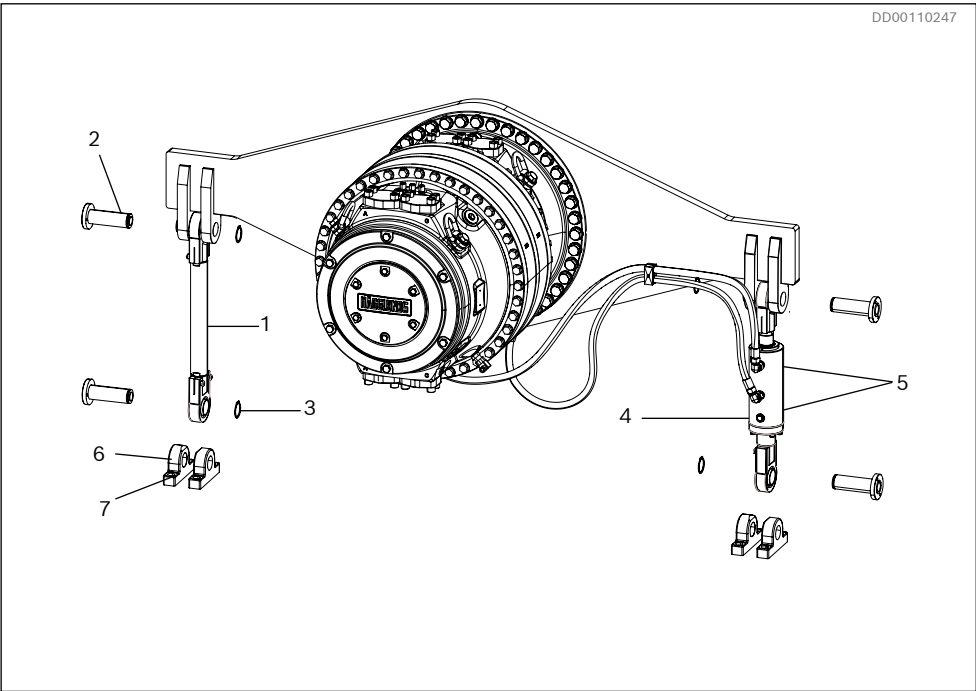

Fig. 31: Exemplo de conexão articulada e cilindro hidráulico para DTCB_ 0400
Monte a conexão articulada no lado esquerdo do braço de torque (visto do lado da conexão do motor, veja a Fig. 31), utilize os pinos (2) e trave-os no devido lugar com anéis de trava (3).
O ar dos cilindros deve ser retirado durante o comissionamento com os parafusos de purga de ar no cilindro, consulte a Fig. 31.